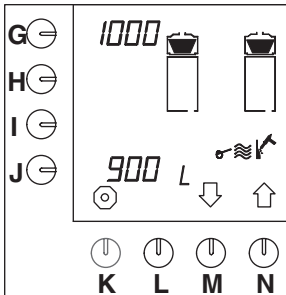

Fig. 26 Compteur (préventif) pour le détartrage du système de filtration
- Le compteur (préventif) pour le détartrage s'affiche sur l'écran de contrôle (fig.26 ).
- Sur l'écran de contrôle (fig.26 ), à côté de la touche de programmation (G.) s'affiche le nombre de litres de café, entre chaque détartrage, avant qu'apparaisse l'indication de demande de détartrage.